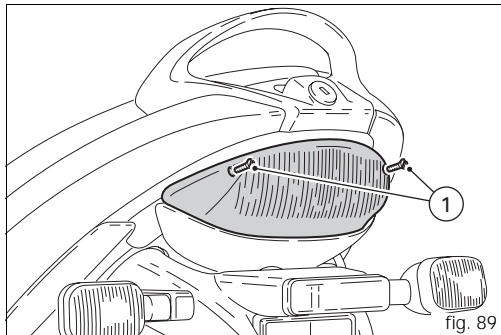
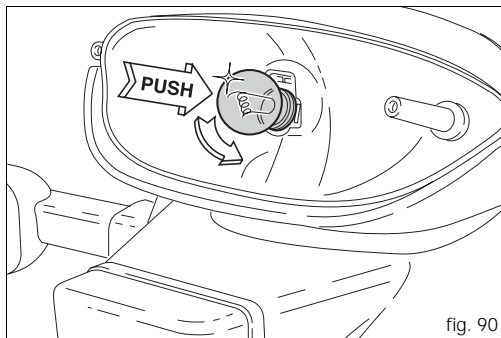

fig. 89
fig. 90
Pour remplacer l'ampoule du feu stop et de position, il faut desserrer les deux vis (1, fig. 89) qui serrent l'optique et la retirer. Cette ampoule a une douille à baïonnette. Pour l'extraire, il faut l'enfoncer et la tourner dans le sens inverse des aiguilles d'une montre. Pour insérer l'ampoule neuve, il faut l'enfoncer et la tourner dans le sens des aiguilles d'une montre jusqu'à son encliquetage en place (fig. 90). Remonter l'optique et serrer les vis (1).